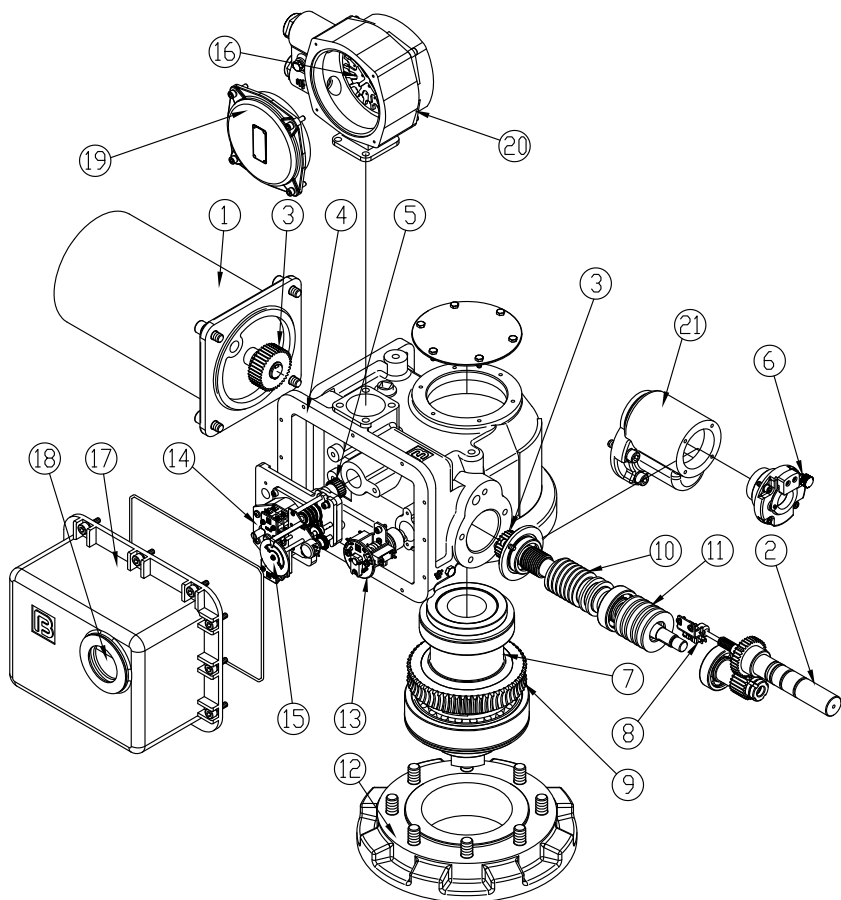

Рис. 5 Электроприводы типа ГЗ-ВВ, ГЗ-ВГ, ГЗ-ВД
2.2. Электроприводы типа ГЗ-ВВ, ГЗ-ВГ, ГЗ-ВД (рис. 5)
Электроприводы типа ГЗ-ВВ, ВГ, ВД имеют идентичную конструкцию. Корпус (4) (рис. 5) – литой, к корпусу крепятся редуктор маховика ручного дублёра (21), электродвигатель (1), взрывозащищенная клеммная коробка (19, 20), монтажный фланец (12). В корпусе установлены червячный редуктор (9, 10) с тарельчатыми пружинами (11), выходной вал (7), двухсторонняя муфта ограничения крутящего момента (13), ограничитель хода выходного вала (14) и индикатор положения затвора арматуры (15).